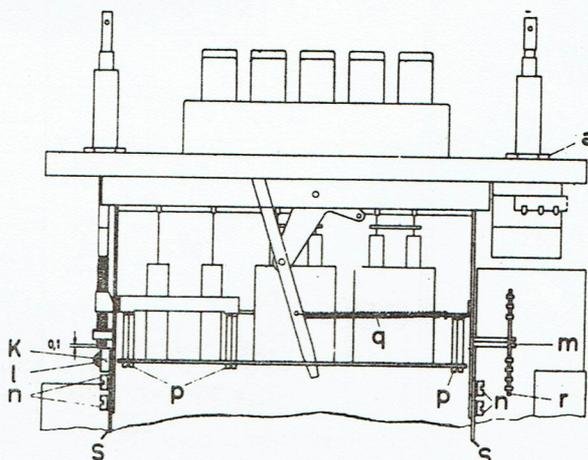

Fig. 2
5. Dévisser la vis (1), afin de dégager l'excentrique (k) (figure 2).